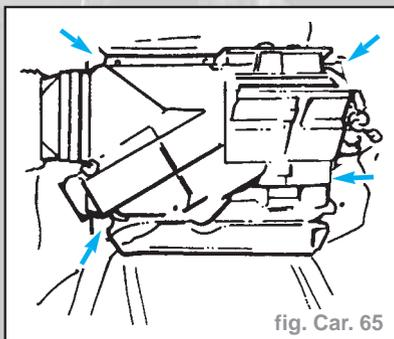

fig. Car. 65
- dévisser les 4 écrous et retirer le corps chauffant des goujons et des canalisations (fig. Car. 65).